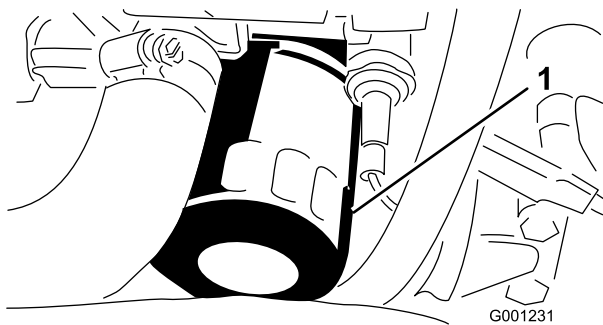

Рисунок 51
6. Снимите и замените масляный фильтр (Рисунок 51).